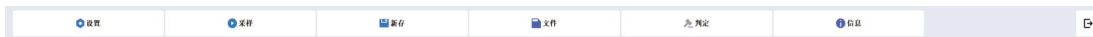

图6-8
6.2设置：进入参数设置窗体完成参数设置功能。包括仪器状态设置和用户输入设置。如图6-8所示